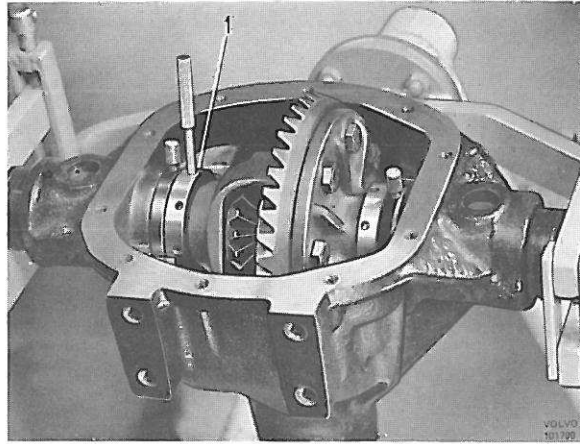

Figure 55. Bagues de réglage pour différentiel
1. Lubrifier les bagues de réglage (SVO 2687 pour pont du type 23 et SVO 2595 pour les autres ponts) intérieurement et les poser sur le boîtier de différentiel, bague noire du côté de la couronne. Mettre également de l'huile à la portée du roulement dans le boîtier. Poser ensuite le boîtier de différentiel et les bagues de réglage sur le carter de pont arrière, voir figure 55. Se servir d'un comparateur à cadran pour le réglage des bagues, de manière à avoir un jeu de 0,15 mm** entre les flancs des dents. Serrer les vis d'arrêt des bagues de réglage.